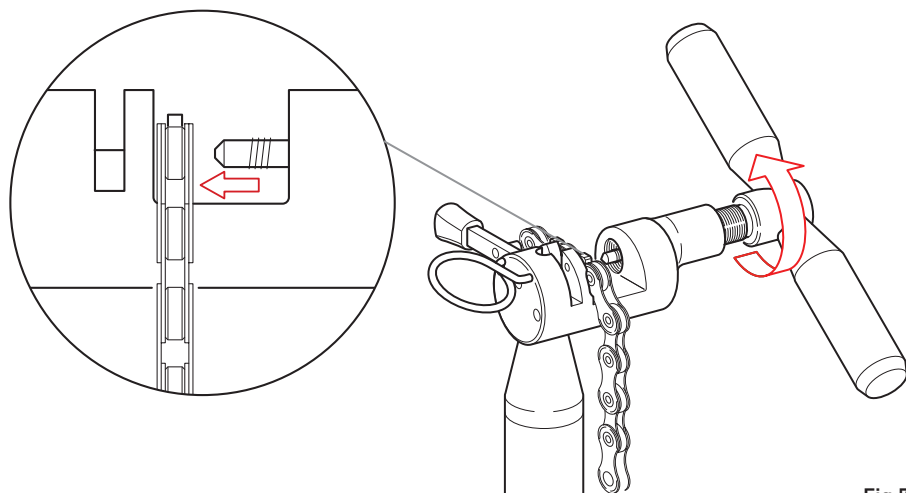

Fig.7
- avvitate l'utensile finché il piolino non sia completamente uscito dal foro della maglia (Fig. 7).